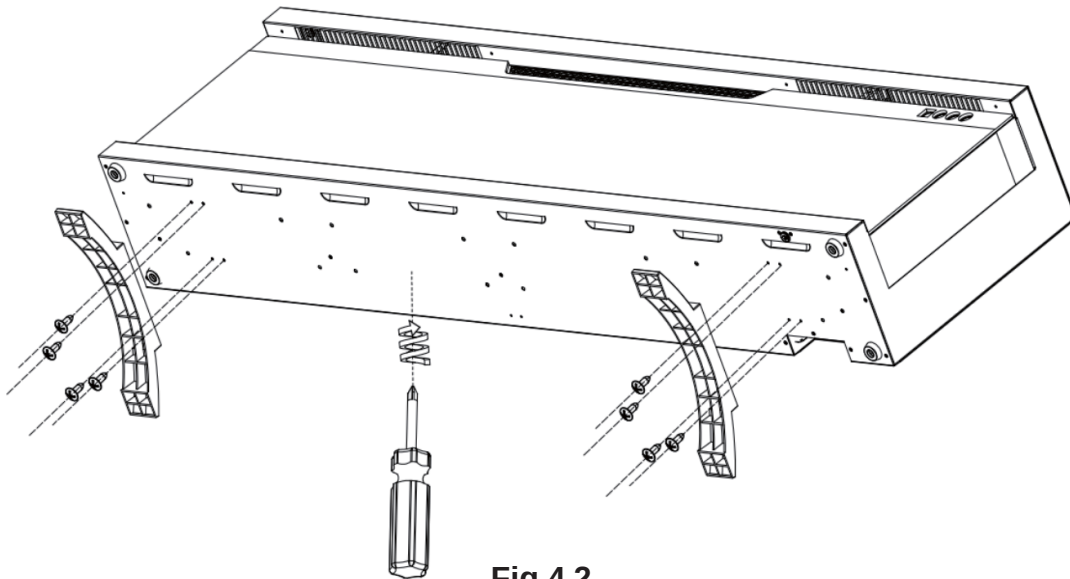

Fig 4-2
- J. Bevestig de twee voetjes (meegeleverd) aan de onderkant van de schoorsteenkast met de eerder verwijderde schroeven (**Fig 4-2**).